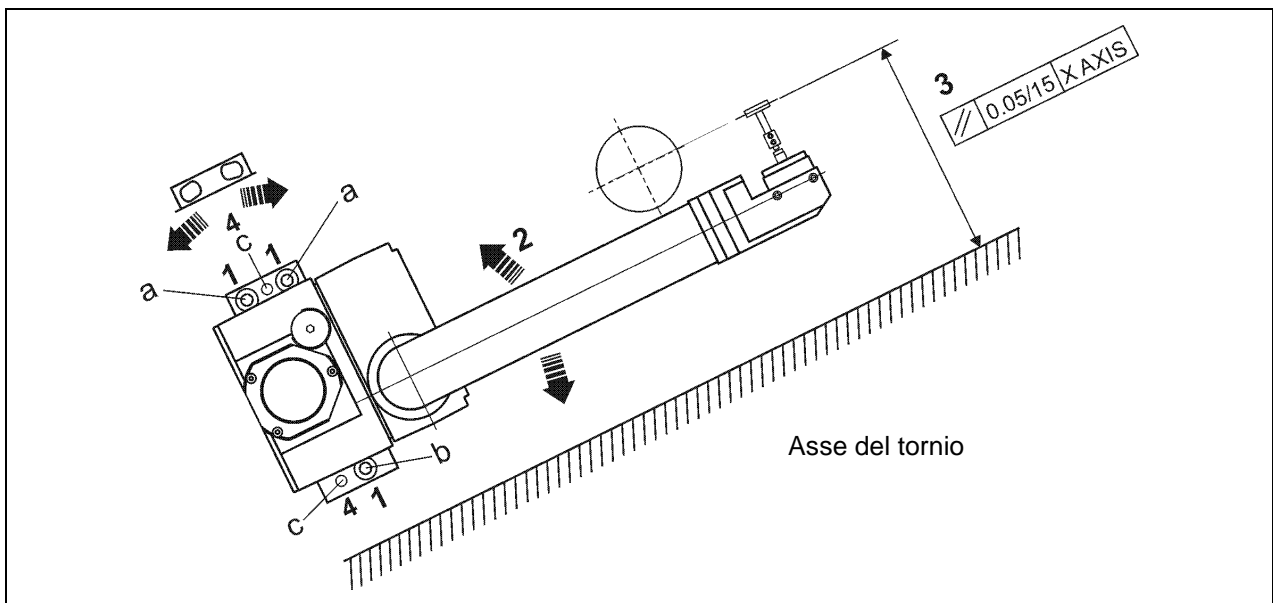

Figura 5-4. Allineamento del braccio.
2. ruotare il braccio rispetto alla vite (b) allineando così il tastatore parallelo all'asse X di macchina. Il parallelismo del tastatore rispetto all'asse X di macchina dev'essere 0,05mm (vedi Figura 5-4).